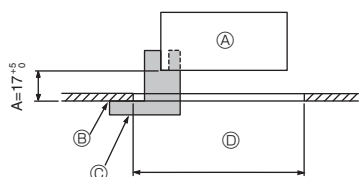
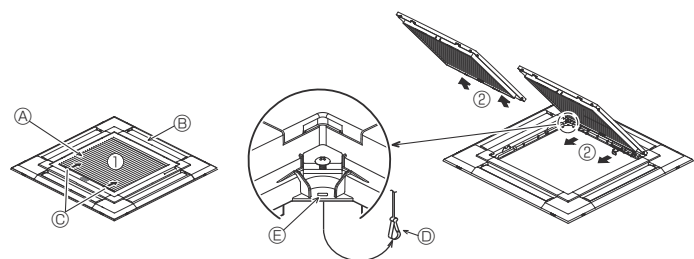
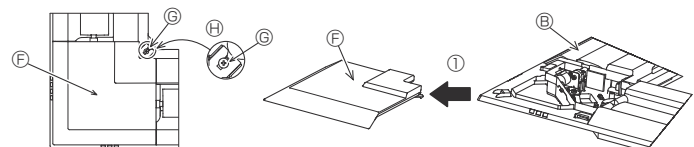

Fig. 9-2
Fig. 9-3
Fig. 9-4
①	Тор	1	950 × 950 (мм)
②	Орнату манометрі	1	(4 бөлікке бөлінген)
③	Бұранда (4 × 16)	1	PLP-6EAE, PLP-6EALME2 үшін
④	i-see датчигінің бұрыштық панелі	1	PLP-6EAE, PLP-6EALME2 үшін
⑤	Сымсыз қашықтан басқару пультімен жабдықталған кезде	1	PLP-6EALME2, PLP-6EALME2 үшін
⑥	Қашықтан басқару пультінің ұстағышы	1	Сымсыз қашықтан басқару пультімен жабдықталған кезде қосылады. *
⑦	LR6 AA батареялары	2	Сымсыз қашықтан басқару пультімен жабдықталған кезде қосылады. *
⑧	3,5 × 16 бұранда	2	Сымсыз қашықтан басқару пультімен жабдықталған кезде қосылады. *
9.2. Торды бекітуге дайындалу (Fig. 9-2)
- Осы жинақпен бірге жеткізілетін манометр ② арқылы негізгі блоктың төбеңіз бетіне қатысты орналасуын реттеңіз және тексеріңіз. Егер негізгі блок төбеңіз бетіне қатысты дұрыс орналастырылмаған болса, ауа ағып кетуі немесе конденсация жиналуы мүмкін.
- Орнату манометрі ② (негізгі блокқа салынған)
9.2.1. Сорғыш торды алып тастау (Fig. 9-3)
- Қабылдау торын ашу үшін, тұтқаларды ① көрсетілген бағытта сырғытыңыз.
- Сорғыш торды «ашық» күйде ұстап тұрып, тордың ілмегін ② сызықтарымен көрсетілгендей етіп тордан алыңыз.
9.2.2. Бұрыштық панельді алу (Fig. 9-4)
- Бұрыштағы 4 бұранданы босатыңыз. Бұрыш панелін ① суретте көрсетілген бағытта сырғытыңыз да, бұрыштық панельді алыңыз.
[Fig. 9-3] [Fig. 9-4]